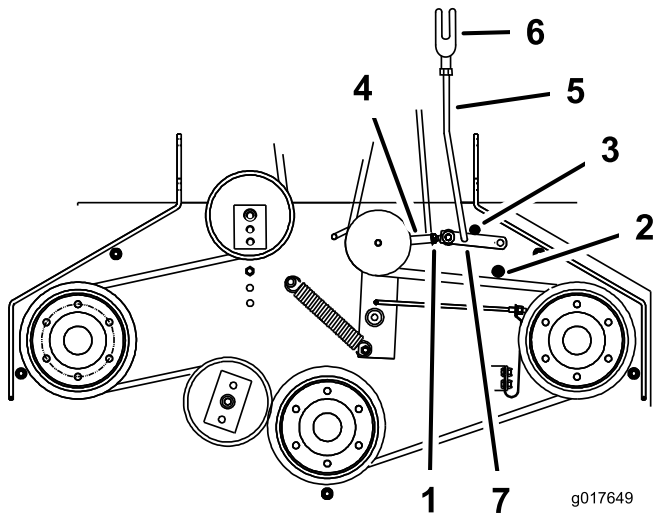

Figure 45
5. Vérifiez que le bras d'assistance est en appui contre la butée arrière sur le tablier (Figure 45).
7. Le bras d'assistance doit toucher la butée avant sur le tablier. Dans le cas contraire, réglez le levier coudé pour le rapprocher du gousset (Figure 45).
8. Pour ajuster la bielle du bras d'assistance, enlevez la goupille fendue du bras d'assistance (Figure 45).
11. Installez la bielle dans le bras d'assistance et fixez-la avec la goupille fendue (Figure 45).